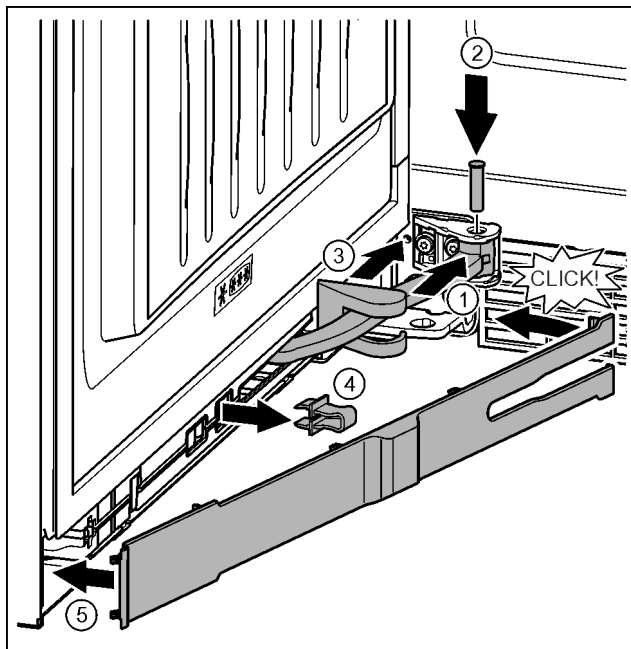

Fig. 40
- Gelenk in Aufhängung drehen. Fig. 40 (1)
- Bolzen mit einem Schraubendreher T15 in Aufhängung und Gelenk einsetzen. Dabei darauf achten, dass der Rastnocken korrekt in der Nut sitzt. Fig. 40 (2)
- Lagerbockabdeckung entlang des Gelenks schieben und über der Aufhängung montieren. Fig. 40 (3)
- Sicherung abnehmen. Fig. 40 (4)
- Blende griffseitig ansetzen und einschwenken. Fig. 40 (5)